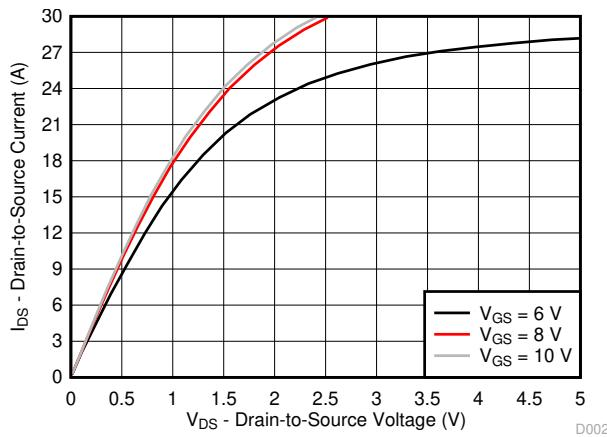

図 3-2. Saturation Characteristics
• 図 3-2 の曲線でテスト電圧 $V_{DS}$ を 100V から 50V に変更.....	<a href="#">2</a>